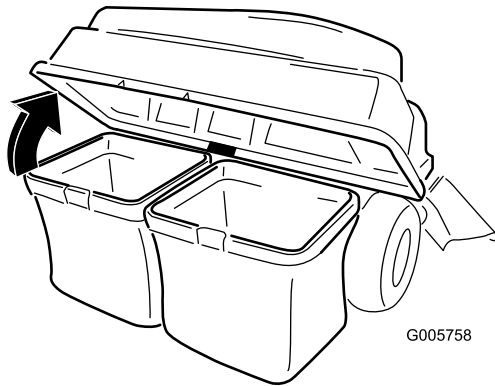

Figura 45
3. Abra (levante) la tapa del ensacador (Figura 45).